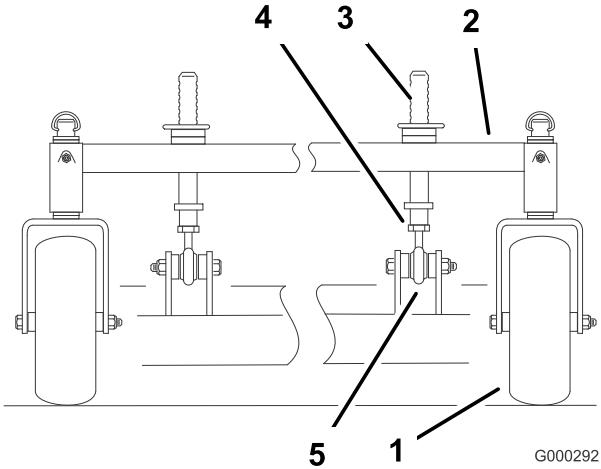

Figure 84
1. Vous pouvez régler les montants de hauteur de coupe avant pour modifier l'inclinaison avant/arrière (Figure 84).
2. Pour éléver l'avant du plateau de coupe, desserrez le contre-écrou et tournez la goupille avant dans le sens horaire (Figure 84).
3. Pour abaisser l'avant du plateau de coupe, desserrez le contre-écrou et tournez la goupille avant dans le sens anti-horaire (Figure 84).
6. Resserrez les écrous de blocage (Figure 84).